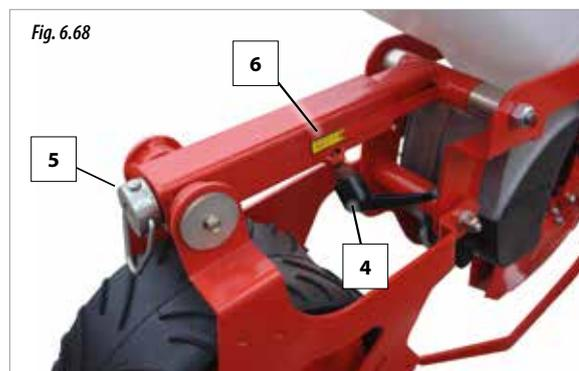

Fig. 6.68
- 1- Allentare la leva di fissaggio (4, Fig. 6.68)
- 2- Ruotare la manovella (5, Fig. 6.68) fino a quando non si raggiunge la profondità di semina desiderata; per regolare la profondità di semina aiutarsi con l'indicatore e la scala graduata da 0 a 10 (6, Fig. 6.68).
- 3- Fissare la profondità di semina azionando la leva (4, Fig. 6.68).